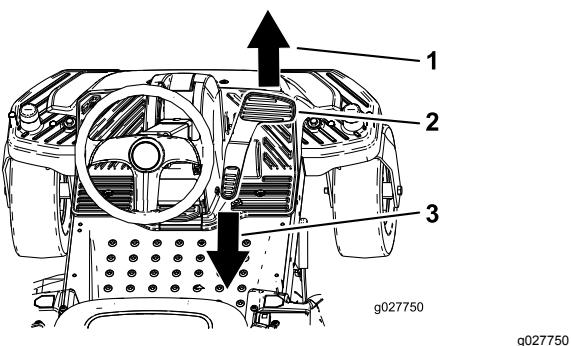

Figura 27
3. Premete lentamente il pedale di controllo della trazione, sulla parte superiore per spostarvi in avanti o sulla parte inferiore per spostarvi indietro (Figura 27).